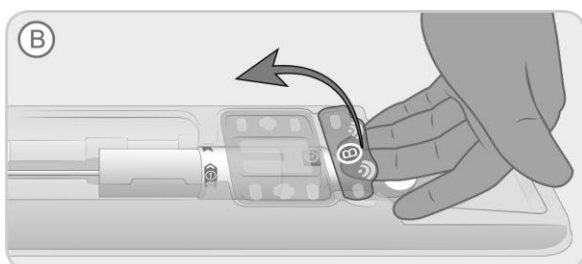

Figure 3. Retirer le couvercle de plateau amovible.
- B. Tirer le petit couvercle amovible du plateau (indiqué par la lettre « B ») sur ce dernier, en soulevant la languette comme indiqué sur la Figure 3, jusqu'à son retrait total.